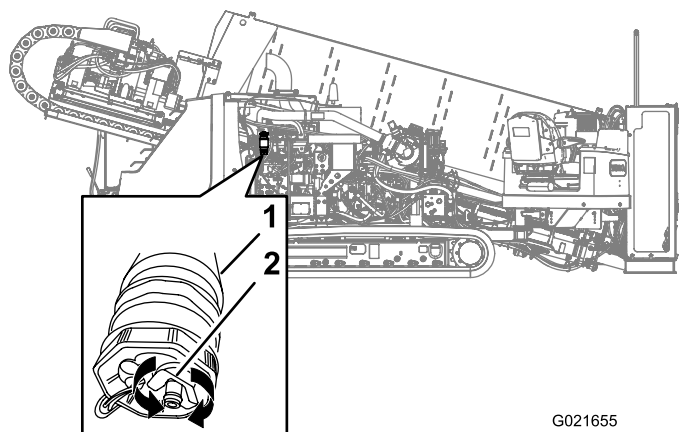

Рисунок 127
3. Поместите сливной поддон под топливный фильтр тонкой очистки (Рисунок 127).
4. Поверните сливной клапан в нижней части топливного фильтра тонкой очистки на 2-3 оборота против часовой стрелки и слейте воду и осадки (при наличии) из топливного фильтра (Рисунок 127).